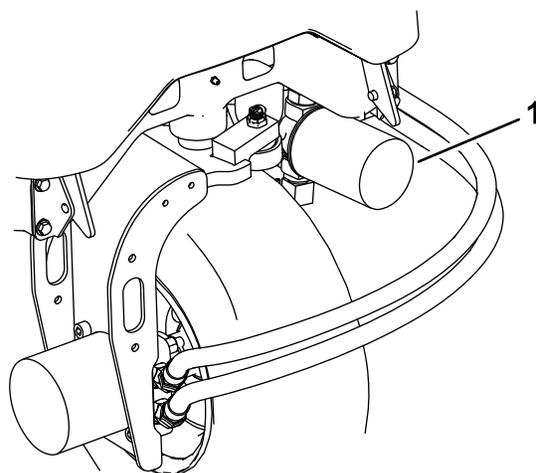
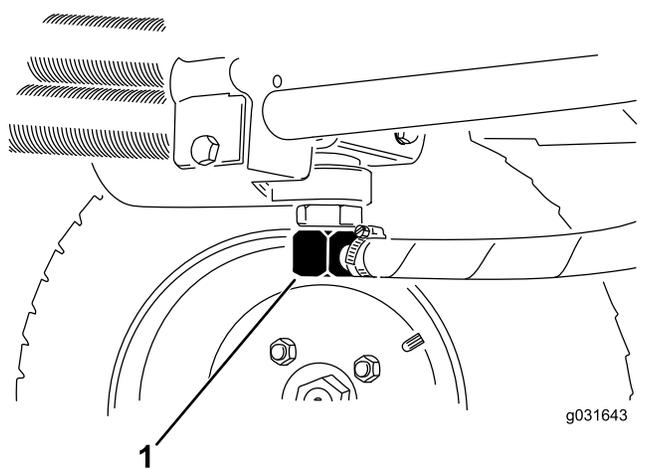

Рисунок 65
Рисунок 66
3. Очистите область вокруг места крепления фильтра и установите сливной поддон под фильтр (Рисунок 65).
2. Отсоедините гидропровод или снимите гидравлический фильтр и дайте гидравлической жидкости стечь в сливной поддон (Рисунок 65 и Рисунок 66).
3. Когда гидравлическая жидкость перестанет вытекать, установите гидропровод на место (Рисунок 66).